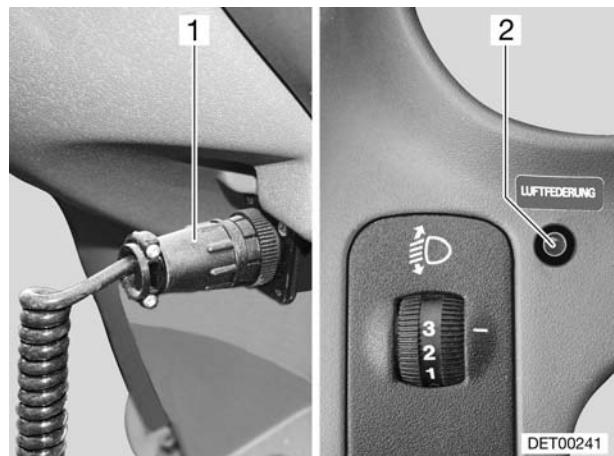

Fig. 8 Sospensione pneumatica
- ▶ Far inserire il telecomando sempre nella presa (Fig. 8,1) prevista per tale scopo. Altrimenti la regolazione di livello non avviene e il monitoraggio del sistema viene effettuato in modo non regolare.
La luce spia (Fig. 8,2) sul cruscotto indica gli stati di funzionamento della sospensione dell'asse posteriore.